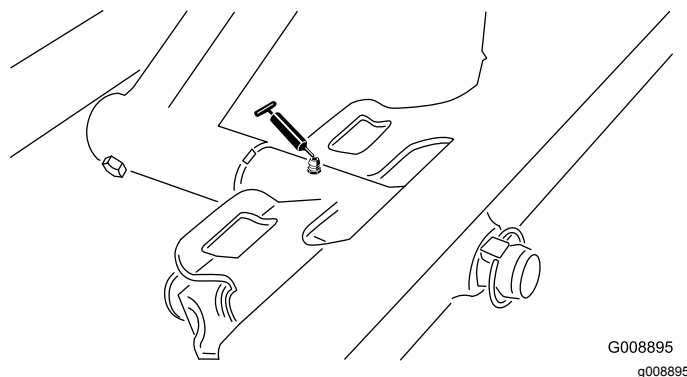

Figura 33
- Articulação da unidade de corte frontal (Figura 33)